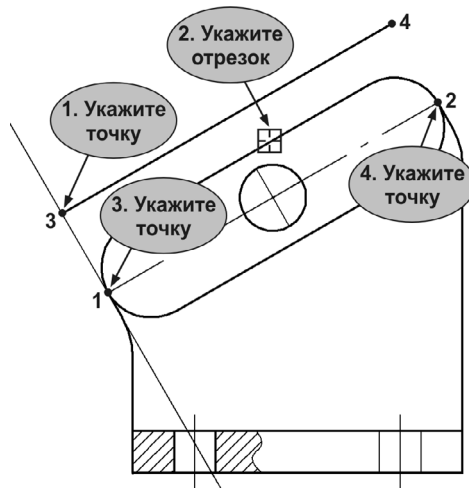

Рис. 28.10. Построение отрезка
6. В качестве начальной точки отрезка укажите точку 3 на вспомогательной прямой (рис. 28.10).
8. Укажите курсором любой из наклонных отрезков на чертеже (рис. 28.10).
10. Укажите курсором на чертеже начальную 1 и конечную 2 точки осевой линии (рис. 28.10).